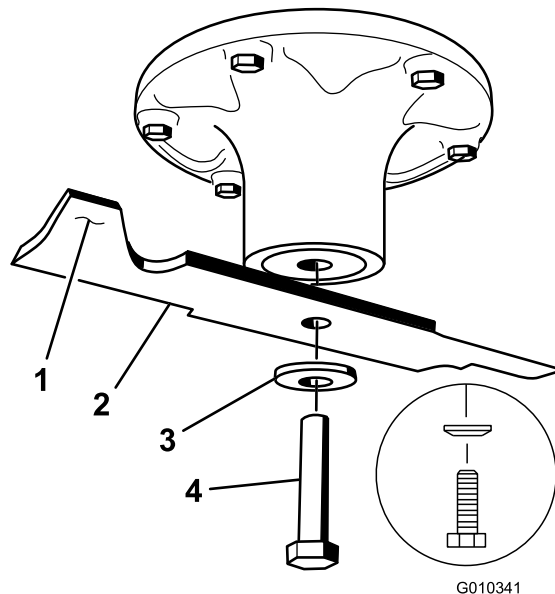

Figura 59
Sujete el extremo de la cuchilla usando un trapo o un guante grueso. Retire del eje el perno de la cuchilla, la arandela curva y la cuchilla (Figura 59).
puede utilizarse. Si la cuchilla no está equilibrada, rebaje algo el metal en la parte de la vela solamente (Figura 59). Repita este procedimiento hasta que la cuchilla esté equilibrada.
1. Instale la cuchilla en el eje (Figura 59).
2. Instale la arandela de muelle y el perno de la cuchilla. El cono de la arandela de muelle debe estar orientado hacia la cabeza del perno (Figura 59). Apriete el perno de la cuchilla a 136–149 Nm (100–110 pies-libra).